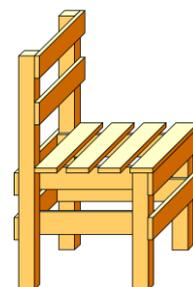
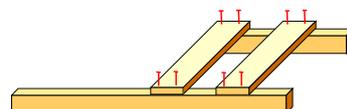
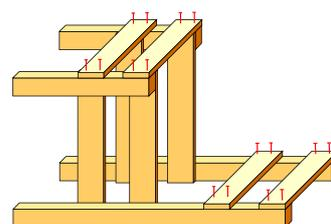

図 1 背付きイス
図 2 脚とまく板の接合
図 3 脚とまく板・背板の接合
| <p>【作成手順と注意点】</p> <ol style="list-style-type: none"> 1. 背板⑥を斜めに鉛筆でけがき，両刃のこぎりで切断する。 2. 3 枚の側板（①，②，③）に，角の面取り部分をデザインした模様を鉛筆で写し取る。 3. 糸鋸盤等を利用し，3 枚の側板の面取り加工を行う。 4. 左側の底板④に長さの異なる 2 枚の側板（①，③）と背板⑥を取り付ける。 5. 右側の底板⑤に 1 枚の側板②と，斜めに切断した裏板⑦をとりつける。 6. 全体を「紙やすり」でみがく。 7. 時間があれば，塗装（拭き塗り）をして仕上げる。 <p>※作業の前に，木裏，木表，元，末の説明を行い，木目を意識して製作できるように指導する（図 3）。</p> <p>※底板と側板の接合では，部材の固定がしにくいので，図 4 のような治具を用いると楽になる。</p> <p>※作品は，生き生き森ネットワーク「木育アクティビティーシート」Sheet No. 260 を参考としている。</p> | | | | | |
| <p>【製作品と実施会場】</p> <p>作品（図 1）の大きさは、幅 330mm、高さ 600mm（背を含む）、奥行き 354mm である。</p> <p>まく板を利用して 4 本の脚を接合することで、接着剤併用の釘打ちにより、簡単かつ丈夫な構造が得られる。</p> <p>実施会場は、みやざきアートセンター内の「製作アトリエ」であり、工作台や木材加工用工具類が常備してある施設である。参加者は、小学生が中心である。</p> <p>【事前準備】</p> <p>厚さ 12mm のスギ板を用い以下の材料を準備する。</p> <p>①脚(長)：40×40×600mm × 2 本、 ②脚(短)：40×40×300mm × 2 本、 ③まく板：12×57×330mm × 8 枚、 ④背・座板用：12×57×1000mm × 2 枚</p> <p>【作成手順と注意点】</p> <ol style="list-style-type: none"> ④背・座板用の材料をのこぎり挽きし、⑤背板：12×57×330mm × 2 枚及び⑥座板：12×57×330mm × 4 枚を加工する。切断面はかなあるいは研磨紙を用いてきれいにする。 ①脚(長)、②脚(短)、③まく板を接着剤及び釘で接合する（図 2）。左右で向きの違うものを、2 組つくる。 ※まく板を付ける位置に注意する。 脚に、③まく板、⑤背板を接着剤及び釘で接合する（図 3）。 脚（長）に、③まく板を接着剤及び釘で接合する（図 4）。 ⑥座板を接着剤及び釘で接合する。 最後に、がたつきがないよう脚の長さを調整する。 <p>※作品は、株式会社川上木材（宮崎市大字跡江）が考案したものを利用している。</p> | | | | | |